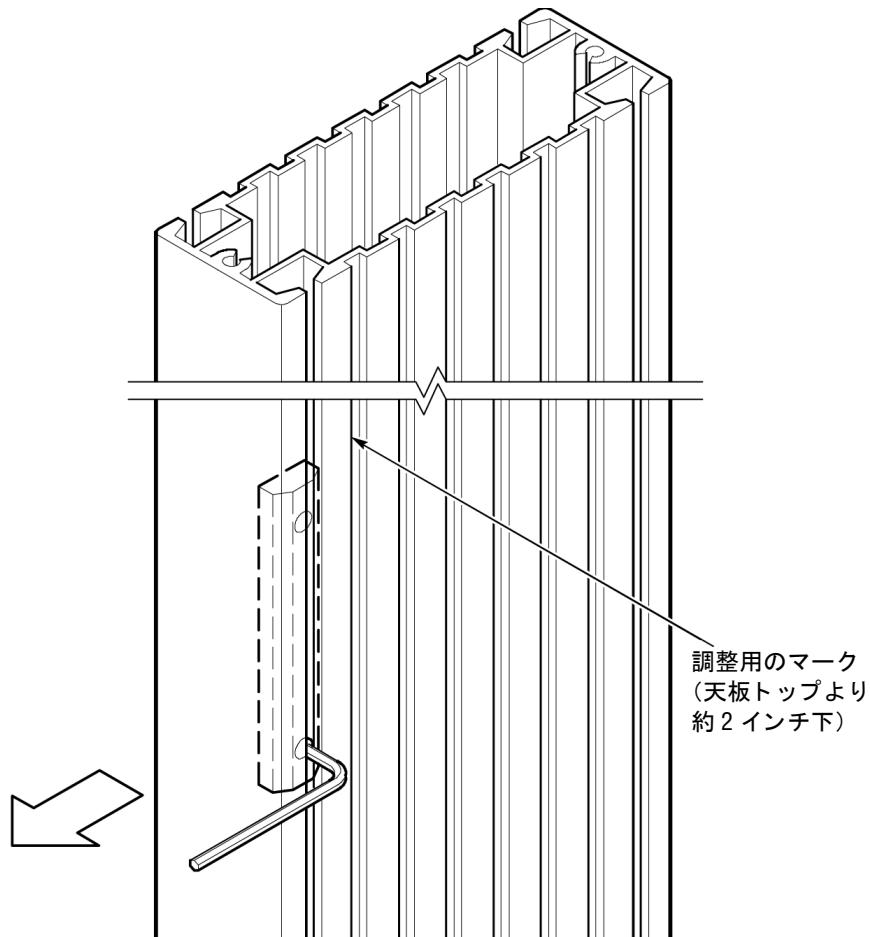

図 11: 脚部アセンブリのレール位置決め用マーキング
- 取り付けネジを下にしたレールを脚部アセンブリの前方向の溝にスライドさせます。レールの上端がチルト式天板の高さから 2 インチ(約 5 cm)下の位置になるように位置決めします。脚部アセンブリには、図 11 に示す位置にマーキングしてあります。レールの上端をこのマーキング位置に合わせます。1/8 インチの六角レンチを使って取り付けネジを締めます。